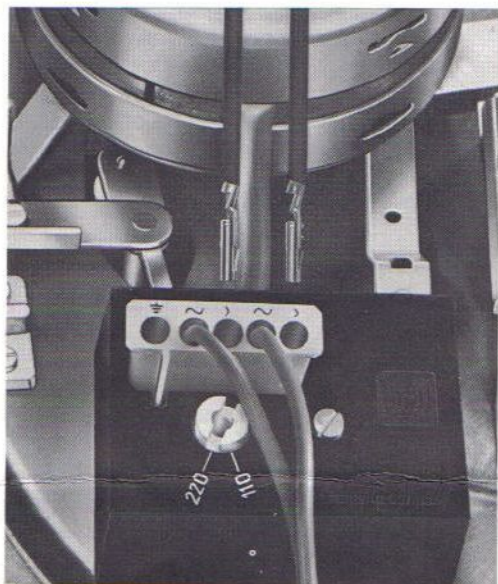

Fig. 4
b) Anschluß an Dual HiFi-Automatikspieler mit 5-poligem Netzanschlußstecker nach Fig. 4
b) Connection to Dual hifi automatic turntable with 5-pole power connection plug as shown in Fig. 4.
b) Raccordement sur platines Dual équipées de connecteurs secteurs à 5 broches. (Fig. 4)
b) Aansluiten aan Dual automatische hifi-platenspelers met vijf-polige net-aansluiting volgens fig. 4.